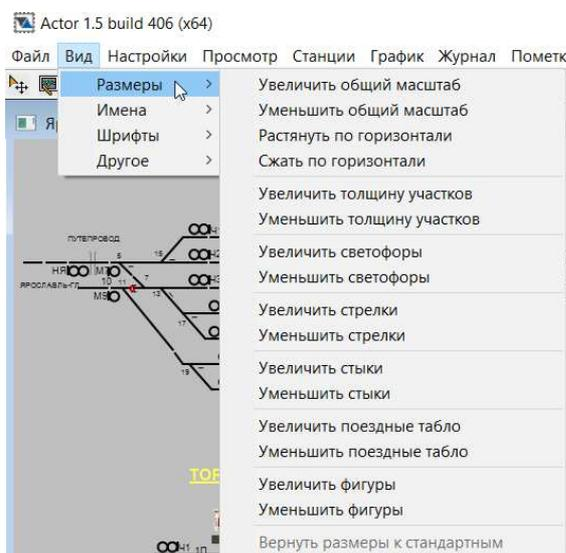

Рис. 313.Пункт меню «Вид» - подпункт «Размеры»
- «Размеры». Подпункт позволяет изменять размеры окна текущей станции, а также отдельных элементов схемы станции или участка. Для того чтобы изменить размеры какого-либо элемента схемы, необходимо нажать на соответствующий пункт меню (см. рис.313). Доступно изменение размеров до предельного значения. Если дальнейшее увеличение или уменьшение невозможно, соответствующий пункт меню становится неактивным.